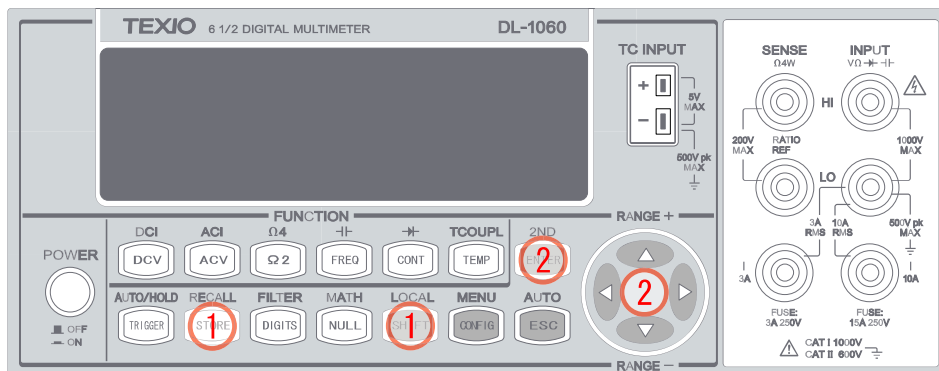

図 3-32
- ① MENU (SHIFT+CONFIG) ボタンを押します。
- ② ◀・▶、ENTER ボタン等を使い、"TRIG SYS" > "STORE RDGS" の順で操作します。◀・▶ボタンで桁を移動し、△・▽ボタンを使い希望の保存件数に設定します。ENTER ボタンを押して値を決定します。使用するボタンを図 3-32 に示します。